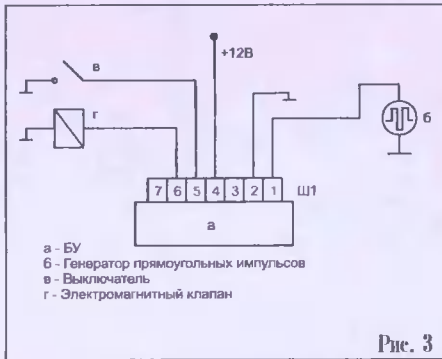

Рис. 3
1) Проверку и ремонт БУ рекомендуется проводить в стационарных условиях с применением осциллографа. Для этого собирают схему, представленную на рис. 3. На конт. 1 Ш1 подают прямоугольные импульсы от звукового генератора амплитудой не менее 10...12 В и частотой 3,3 ... 233 Гц.